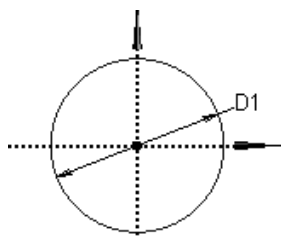

图 3.13.3 草图 1
(1) 绘制图 3.13.3 所示的草图 1。在“草图绘制”工具条的 **XYPlane** 下拉列表中选择 XYPlane 平面作为草图平面，单击“New Sketch”按钮 ，绘制图 3.13.3 所示的截面草图，其中 D1=90。